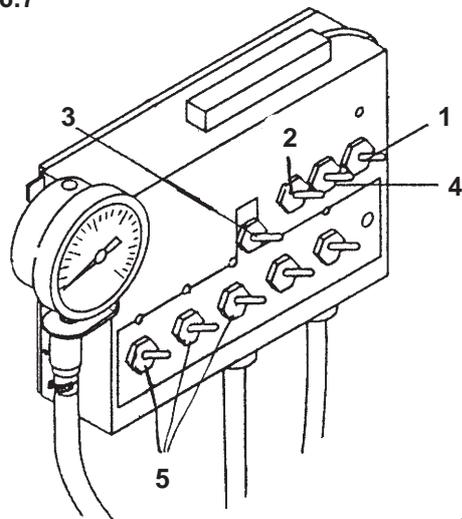
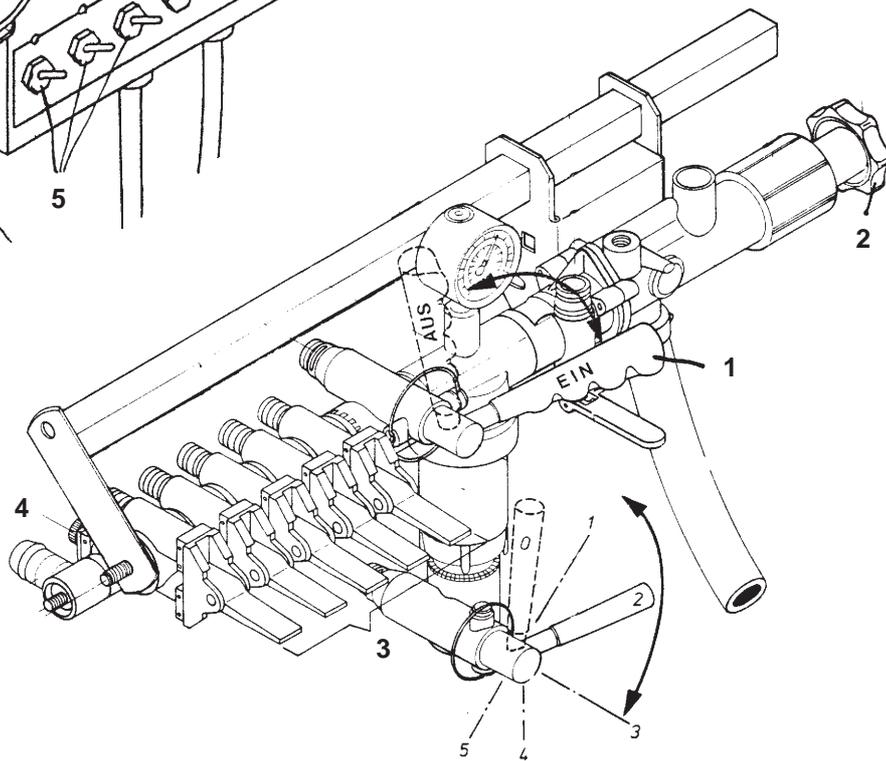

Рис. 6.8
Рис. 6.9
- Выключатель (рис. 6.8/1) цепи электропитания на коробке переключений поставить в положение "I". Загорится красная индикаторная лампочка и коробка переключений будет приведена в рабочее положение. (**только пульт управления с коробкой переключений**).
Переключатель программ (рис. 6.8/2) поставить в положение "готовность".
- Открыть все дозирующие краны и выключатель центральной штанги (центральный кран, рис. 6.9/1) или выключатель (рис. 6.8/3) поставить в положение "I" (включено). Вода начинает вытекать из всех распылителей. **Смеситель остается выключенным.**
- Поворачивающейся ручкой (рис.6.9/2) или кнопками +- (рис. 6.8/4) установить выходное давление 4 бар. Проверить установку давления по индикатору давления.
- Закрыть с помощью включения крана дозатора (рис. 6.9/3) или выключателя (рис. 6.8/5) магнитного клапана поперечную распылительную штангу. на индикаторе давления изменится положение стрелки.
- Повернуть регулировочный винт (рис. 6.9/4 или 6.7/3) устройства постоянного давления, связанного функционально с краном дозиметра или магнитного клапана, до момента, когда барометр вновь станет показывать давление 4 бар. после этого открыть эту поперечную штангу.